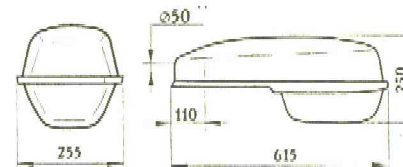

Рис.1
- 1.1. Светильники консольные ЖКУ12-100-001 У1 (рис.1) с разрядными лампами высокого давления предназначены для освещения улиц, дорог, площадей.